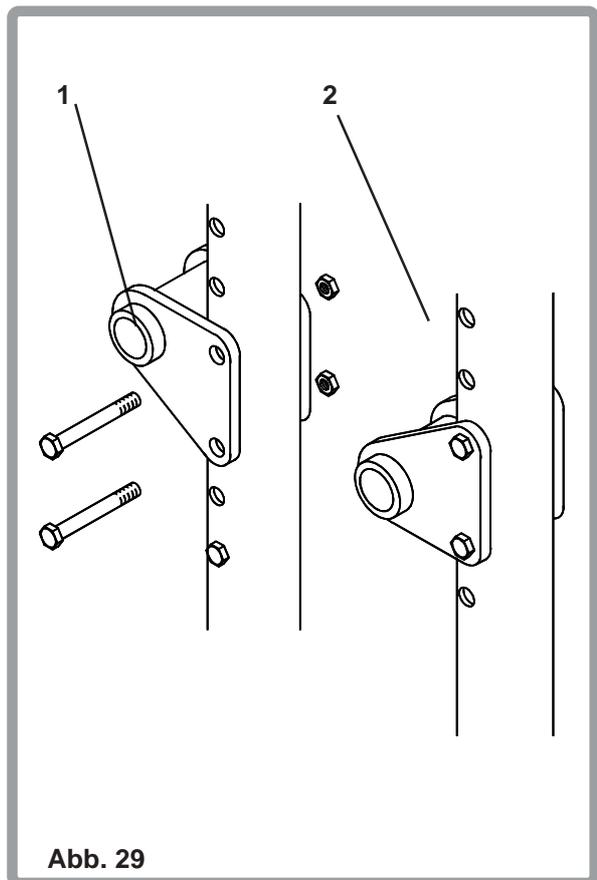

Abb. 29
Um die Sitzhöhe hinten zu verstellen, kann die Radhalterung in der Höhe verstellt werden (Abb. 29). Befindet sich die Halterung in der unteren Position (2), ist die höchstmögliche Sitzhöhe erreicht. Um die Sitzhöhe zu verstellen, entfernen Sie die beiden Schrauben und drehen Sie die Radhalterung um (1). Nun können Sie die Schrauben wieder festziehen.